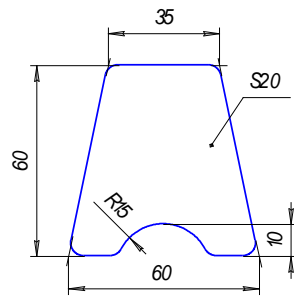

Рис. 2
1. Выполнить модель туловища (рис. 2, 3).